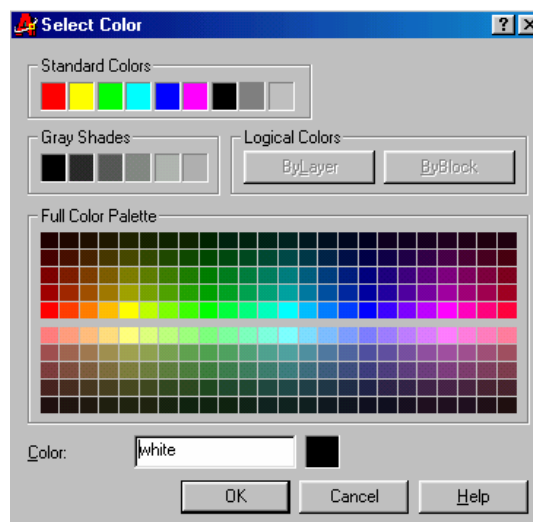

Figura 4.2 – Janela Select Color
4. Clique com o botão esquerdo do mouse sobre *color* no layer verde contínuo. Aparecerá uma janela de definição de cores (figura 4.2). Com o auxílio do mouse, escolha uma das cores verdes apresentadas na paleta de cores e pressione o botão OK.